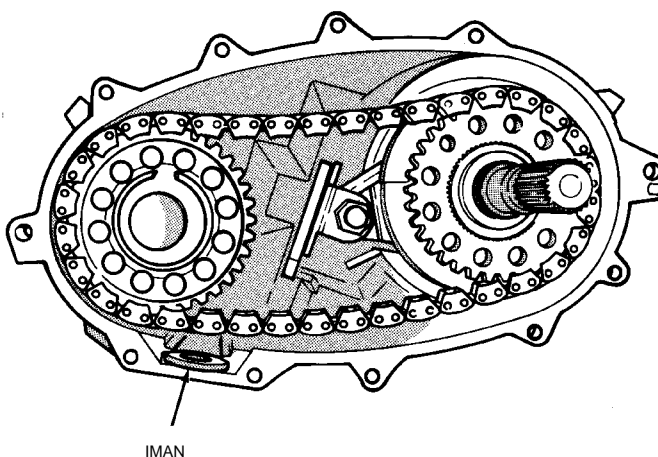

Fig. 86 Instalación del imán de la caja
(2) Instale el imán en la cavidad de la caja delantera (Fig. 86).